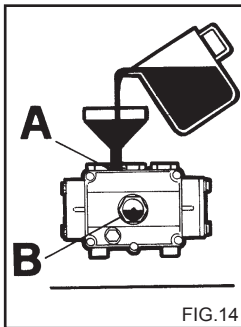

FIG.14
4) Atarraxe a tampa de descarga e introduza o óleo pelo orifício superior (fig. 14) até que alcance o nível indicado no visor (fig. 14B).